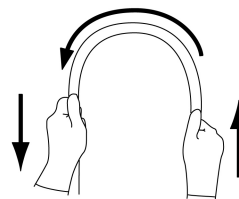

図2
- 挿入部を両手で持ち、全長にわたって図2に示すように順次半円の頂点をずらすように曲げたときに、適切な軟らかさを有しており、軟らかさが不連続になっているなどの異常がないこと。